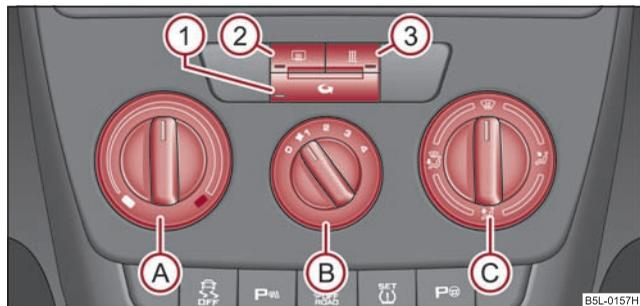

Fig. 103 Riscaldamento: Elementi di comando
- Ruotare la manopola (A) ⇒ fig. 103 in senso orario per aumentare la temperatura.
- Ruotare la manopola (A) in senso antiorario per diminuire la temperatura.
- Elementi di comando Ⓐ, Ⓑ, Ⓒ e il tasto ① ⇒ pag. 92, fig. 103.
- Premere il tasto : la spia nel tasto  $\Rightarrow$  pag. 92, fig. 103 si illumina.
Se la manopola  si trova in posizione   $\Rightarrow$  pag. 92, fig. 103, il ricircolo si disinserisce automaticamente. Premendo ripetutamente il tasto  è possibile reinserire il ricircolo anche in questa posizione.